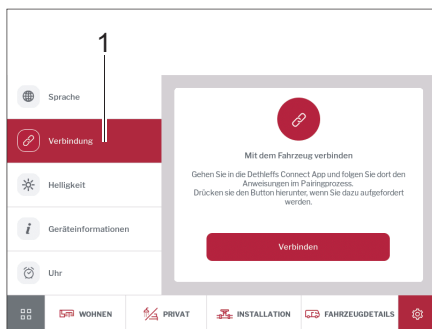

Fig. 291 Connexion
- Appuyer sur la touche *Connexion* (Fig. 291,1). Une instruction apparaît et explique comment connecter l'appareil mobile avec le véhicule, voir également le chapitre 9.18.1.